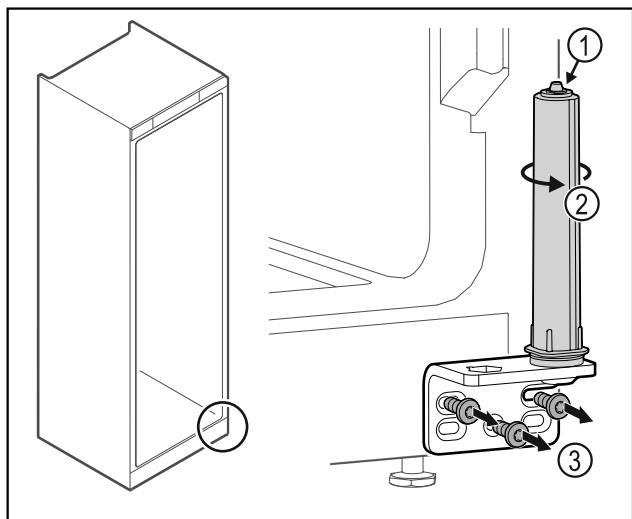

Fig. 46
- Du må ikke adskille dørlukkesystemet Fig. 46 (1).
- ▶ Drej lukkesystemet Fig. 46 (2), indtil det klikker.
- ▶ Skru hængselvinklen Fig. 46 (3) af.